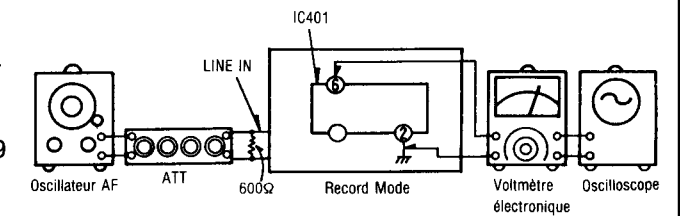

Fig. 16
1. Brancher les appareils comme indiqué dans la Fig. 16.